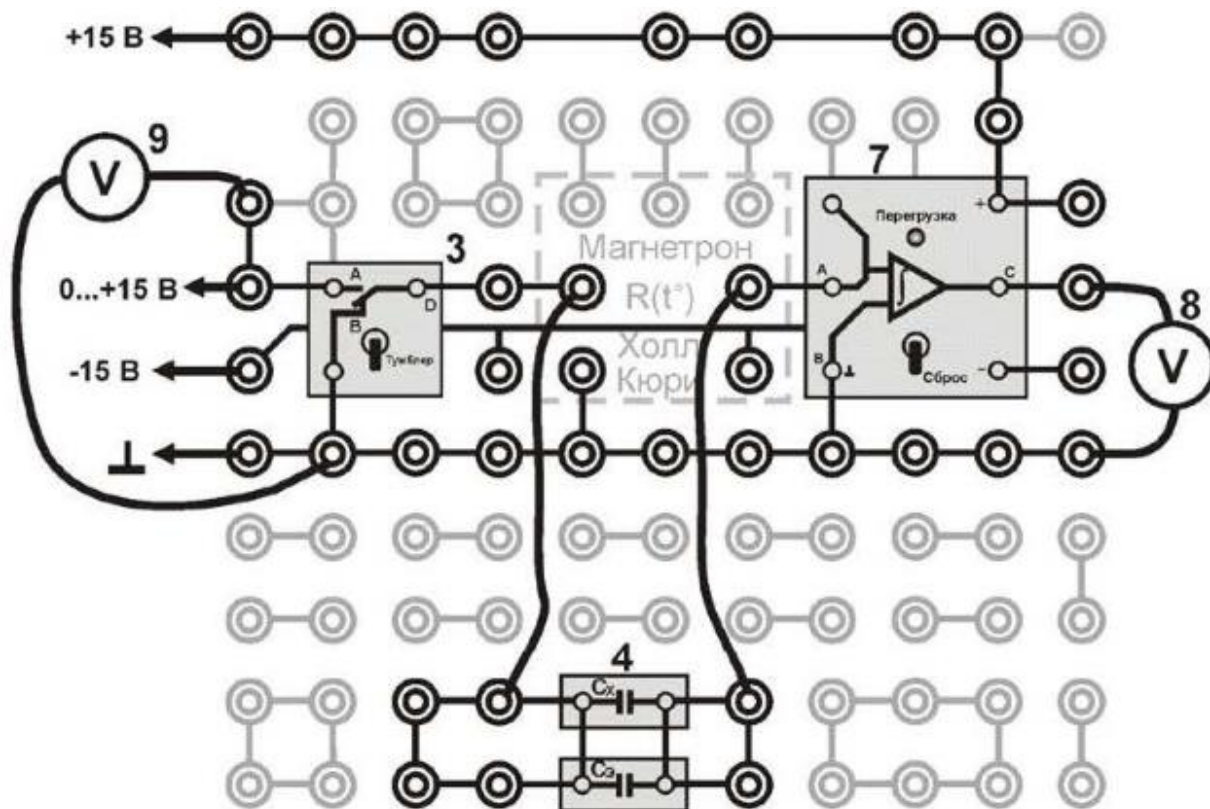

Рис.2. Монтажная схема: 3 – миниблок «Ключ»; 7 – миниблок «Интегратор тока»; 8, 9 – мультиметры.
Схема электрической цепи представлена на рис.1, монтажная схема – на рис. 2.
1. Соберите электрическую цепь по схеме, приведенной на рис.2, подключив конденсаторы C_x и C_z **параллельно**. Значение эталонной емкости C_z запишите в таблицу 1.